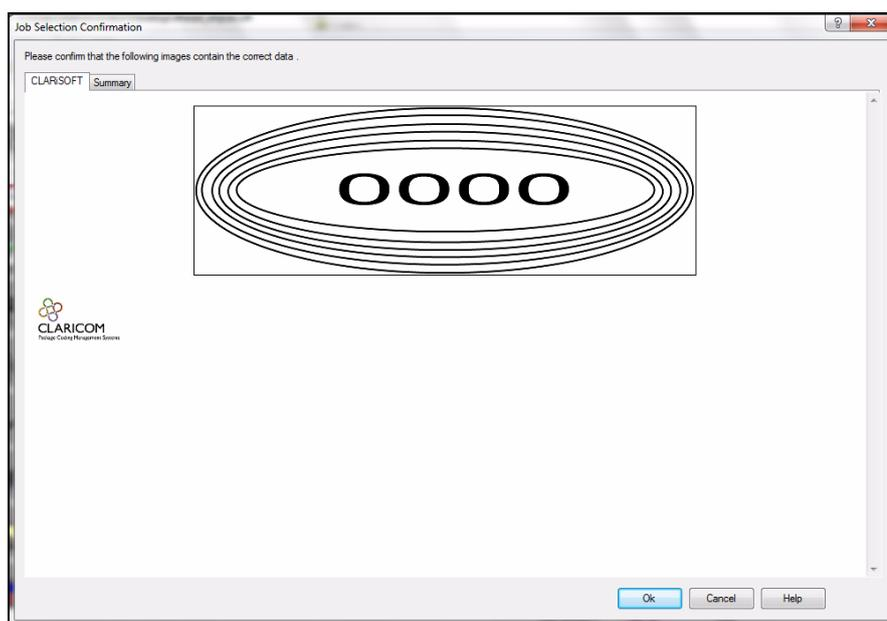

Рис. 5-27: Окно запроса подтверждения
- 8 Появляется окно с запросом подтверждения (см. Рис. 5-27).